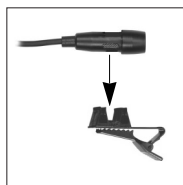

Abb. 2:
1. Klemmen Sie das Mikrofon in die Aufnahme des mitgelieferten Ansteckclips. (Siehe Abb. 2.)